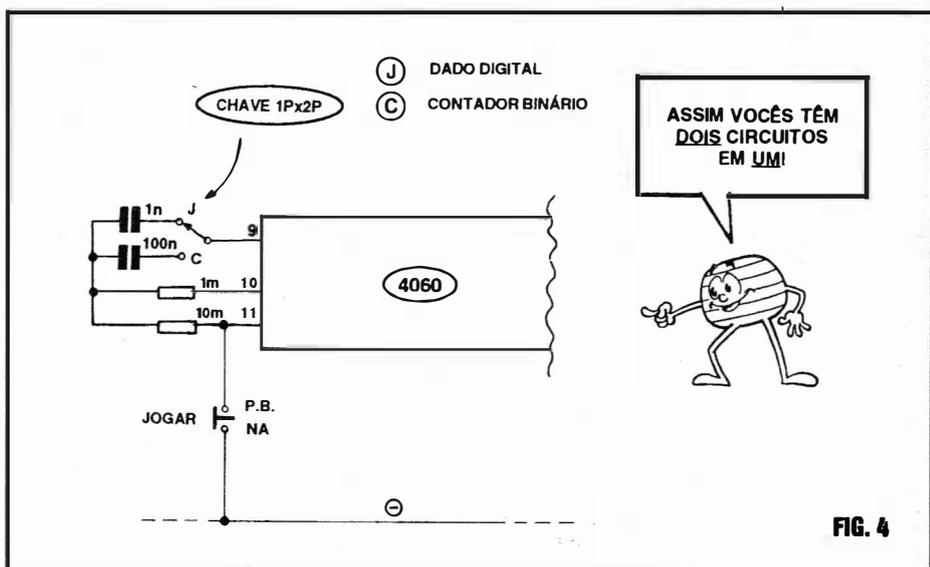

FIG. 4
- FIG. 4 - TORNANDO O CIRCUITO BÁSICO NUM DUPLO DISPOSITIVO (CONTADOR/DADO) - Com mais um pequeno "truque" circuital (que deve ser analisado pelo Leitor/"Aluno", a partir de um raciocínio elementar...), ou seja: pela colocação dos dois capacitores (um de 1n e um de 100n) chaveados por uma chave de 1 polo x 2 posições (uma H-H mini servirá perfeitamente...), é possível fazer a estrutura funcionar, opcionalmente, como CONTADOR BINÁRIO "acompanhável", ou como DADO DIGITAL! A opção mostrada esquematicamente no diagrama, obviamente, destina-se a quem escolheu montar o circuito de forma mais "definitiva", num pequeno Circuito Impresso de *lay out* especificamente criado... Assim, na posição "C" da chave, terá como praticar a interpretação da notação binária, enquanto ue, na posição "J", poderá usar o circuito como núcleo de gostosos e interessantes jogos e brincadeiras...!